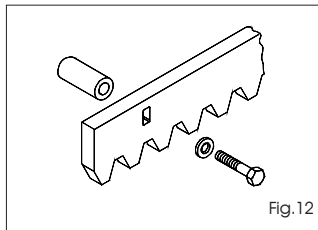

Fig.12
5.4.2. Cremallera de acero para enroscar (Fig. 12)